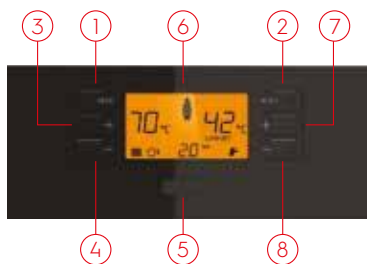

Рисунок 28. Автоматическая панель управления XantusPlus
При запуске котла в центре экрана появляется символ пламени. В данном режиме возможно повышение или понижение температуры с помощью кнопок регулировки температуры радиатора (см. Рис. 28) (3) между 35 - 80 °C. При нажатии кнопок мигает цифровое значение температуры радиатора и символ °C.